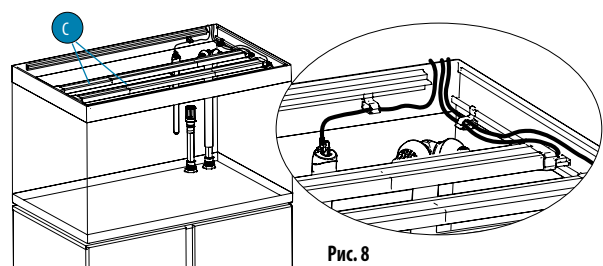

Рис. 8
2. Вытяните кабели светодиодной ленты из аквариума (рис. 8).